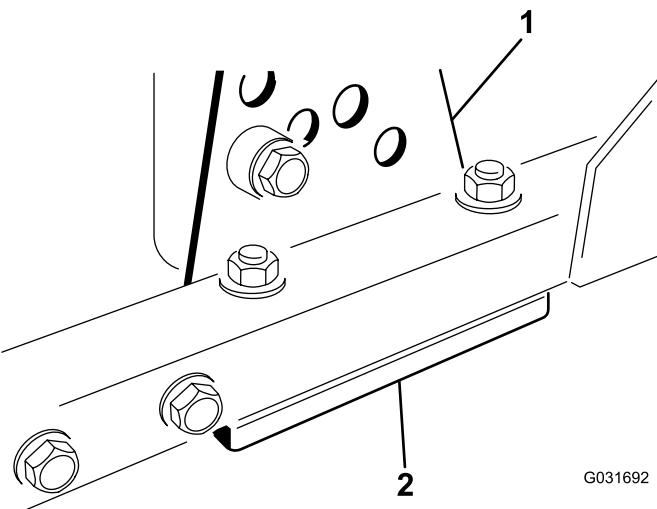

Figura 64
1. Retire o suporte da altura de corte (frente, esquerda ou direita) da estrutura da plataforma (Figura 64).
2. Ajuste os calços de 1,5 mm e/ou de 0,7 mm entre a estrutura da plataforma e o suporte para obter a definição de altura pretendida (Figura 64).